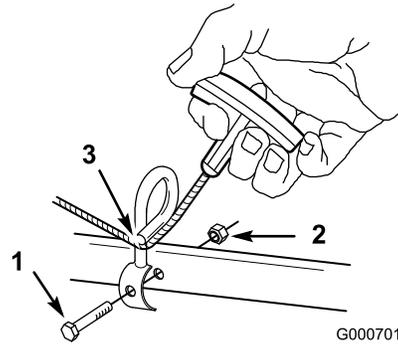

Figure 4
- Fixez le guide-câble de lanceur à la partie inférieure du guidon avec un boulon (1/4 x 1-3/4 pouce) et un contre-écrou (1/4 pouce) (Figure 4).
- Faites passer le câble du lanceur dans le guide-câble (Figure 4).